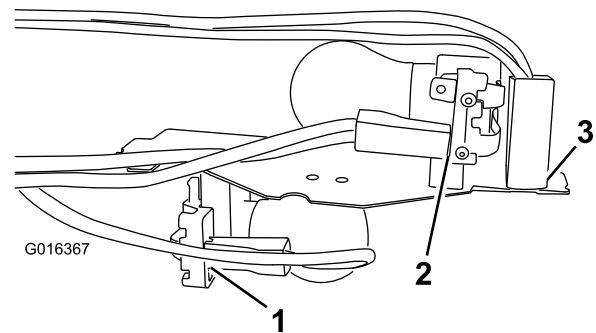

**Figure 17**
3. Passez les connecteurs dans les passe-câble individuels d'éclairage et poussez chaque passe-câble en place (Figure 17).